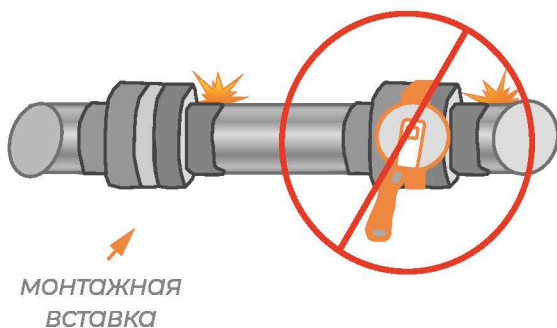

Рисунок 8
3.1. Использование монтажной вставки (предпочтительный способ монтажа, рис. 8). В данном случае приварка фланцев к трубопроводу осуществляется с помощью установленной между фланцем монтажной вставки. После окончательной приварки фланцев вставка